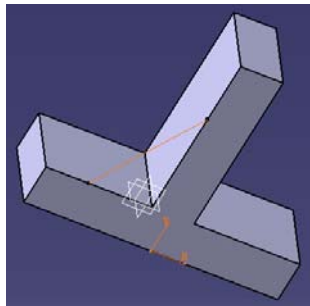

图 3-62
(2) 进入 xy plane 后，画一个 Profile，用 Mirrored extent (见图 3-62, 3-63)。